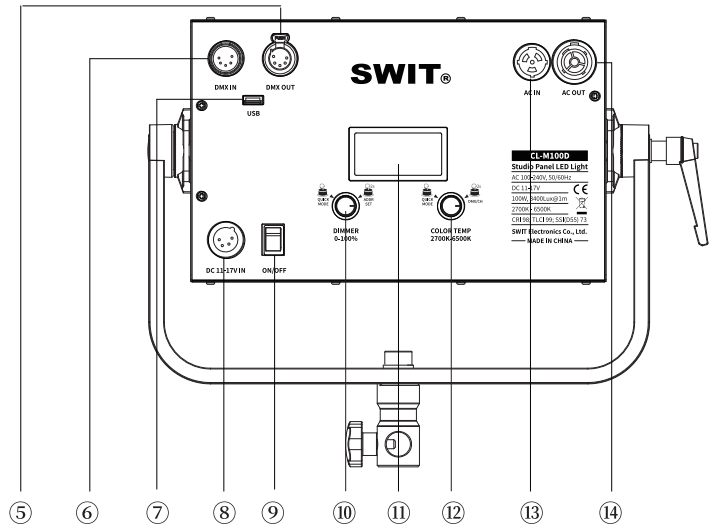

图4 CL-M100D背面视图
本品支持两种亮度/色温的调节模式:普通调节模式、快速调节模式。按亮度/色温调节旋钮(图4 ⑩/⑫)切换相应亮度或色温的调节模式,用户根据使用需求结合这两种调节模式可完成对亮度、色温的快速设置。
长按亮度调节旋钮(图4 ⑩)约2s即可进入通信地址的设置界面,通信地址设置范围:001-512。
旋转亮度调节旋钮(图4 ⑩)设置当前位,按压亮度调节旋钮(图4 ⑩)确定当前位的设置并进入下一位的设置,当完成最后一位的设置时,按压亮度调节旋钮(图4 ⑩)或等待约5s,退出通信地址的设置。
通过DMX线将灯具组网,长按色温调节旋钮(图4 ⑫)约2s,即可完成灯具通信控制模式的设置。